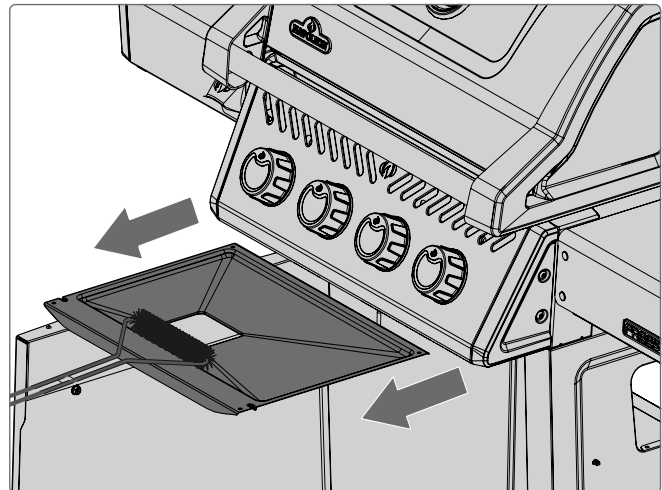

Fig. 23
- Maak de lekbak elke 4–5 keer schoon om vetophoping te voorkomen (**Fig. 23**).